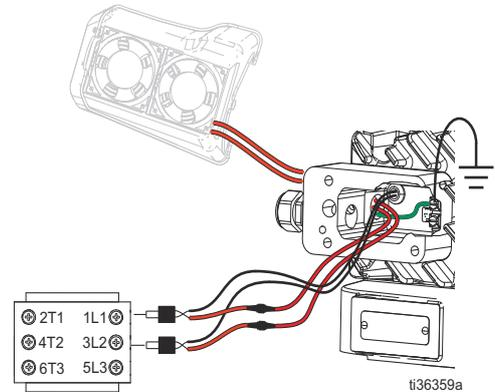

FIG. 15: Collegamento della vite di messa a terra
3. Utilizzare un capocorda per collegare ciascun filo della ventola a uno dei due fili in uscita dal coperchio elettronico (3) e crimpare il capocorda con una crimpatrice. Quindi collegare un set di fili ai terminali 1L1 del blocco di disconnessione (7) e l'altro filo nella posizione 3L2. Vedere FIG. 15 a pagina 16.
4. Ripiegare i fili nella scatola di giunzione (88) e reinstallare il coperchio della scatola di giunzione (89) con quattro viti (91) e rondelle (19).